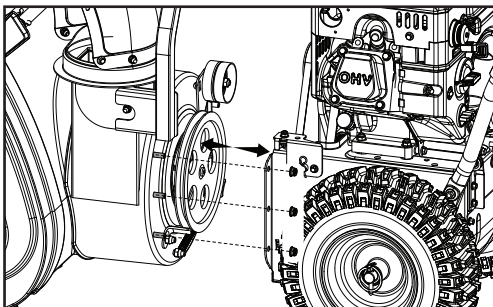

Figure 44
6. Dévissez 6 écrous M8 pour séparer le boîtier de la tarière de la base (figure 44).